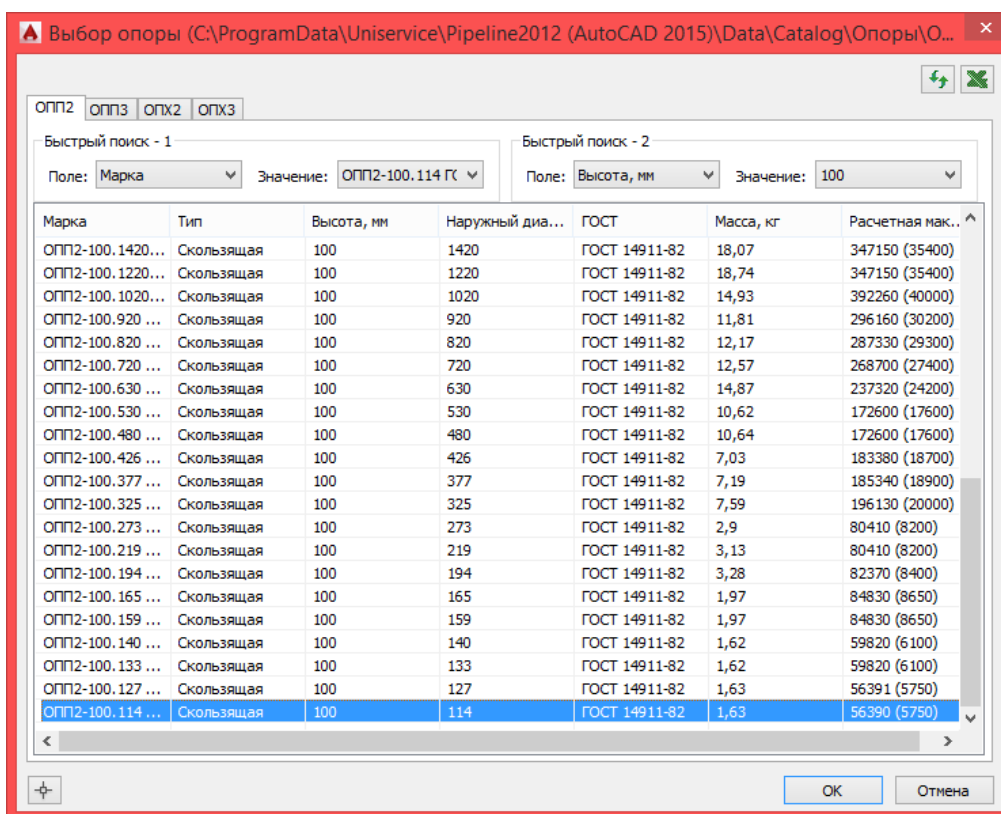

Рис. 70 Диалоговое окно выбора опор из каталога.
- г) В диалоговом окне *Выбор опоры* (см. рис. 70) выбрать запись с нужной опорой и нажать **ОК** (или дважды щелкнуть по нужной записи).